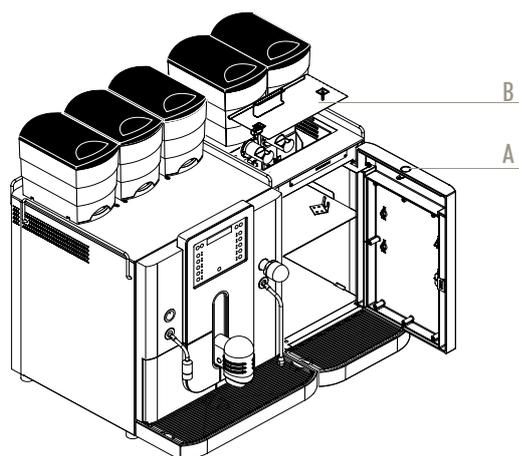

Figure 13
1. Ouvrir la porte frontale du module instantané avec la clé (fig. 13, Pos A).
2. Déverrouillez et retirez le couvercle supérieur devant les récipients à poudre lyophilisée (fig. 13, Pos. B).
3. Verrouillez les fermetures jaunes (02). Soulever légèrement l'avant des récipients à poudre tout en les tirant vers l'avant. Videz les récipients.
4. Retirez les deux canaux (01) en tournant légèrement dans le sens horlogique et ensuite tirez vers l'avant.
5. Déconnectez le tuyau blanc (09) se trouvant sur le côté du mélangeur (08) et de l'autre côté, déconnectez le raccord(10).
6. Déverrouillez le mélangeur tout en tournant l'anneau du mélangeur (anneau jaune) dans le sens horlogique (07).
7. Retirez et démontez le mélangeur (06).
8. Ouvrir le clapet noir (03) et retirez le filtre.